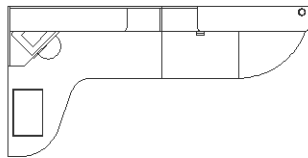

Рис. 8.2 ▼ Пространство, подготовленное для размещения на чертеже главного вида
6. Запустите инструмент **Зумирование в реальном времени** (Zoom Realtime) и отрегулируйте масштаб просмотра таким образом, чтобы линия нулевой высоты на виде сверху находилась на некотором расстоянии от нижней границы области черчения, как показано на рис. 8.2.